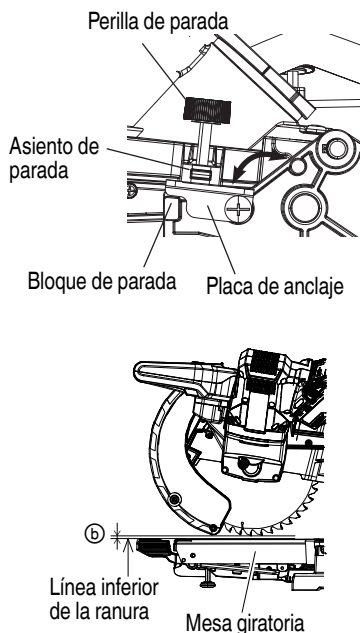

Fig. 47
- (1) Gire la placa de anclaje en la dirección mostrada en la Fig. 47.
- (2) Ajuste la profundidad de corte deseada regulando la distancia entre la hoja de sierra y la superficie de la mesa giratoria (consulte ⑥ de la Fig. 47).